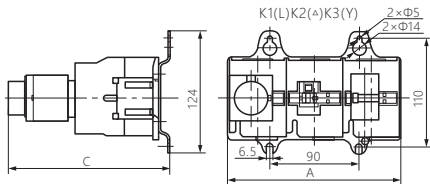

图1 QJX2-09~32系列起动器安装尺寸与安装示意
2.1 QJX2-09~32系列星三角起动器安装尺寸与外形尺寸, 见图1及表2, 接线能力见表3。型号规格重量见箱贴。